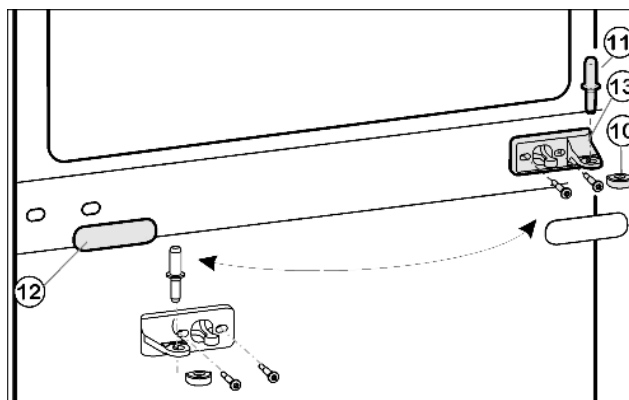
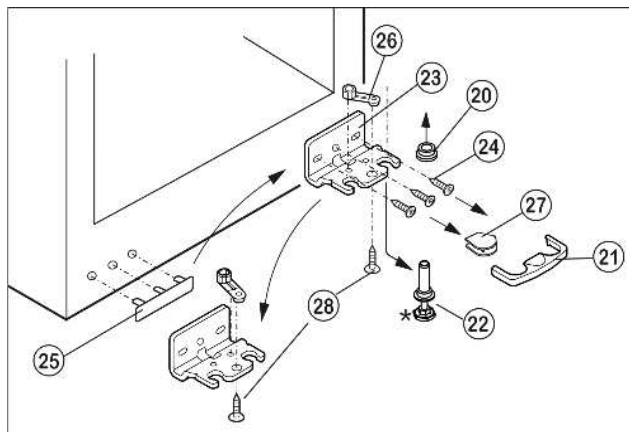

Fig. 5
Fig. 6
- Вытащите из опорного кронштейна и нижней дверцы средний опорный палец Fig. 5 (11).
- Пластмассовый колпачок Fig. 5 (10) снимите.
- Снимите средний опорный кронштейн Fig. 5 (13).
- Осторожно снимите накладку Fig. 5 (12).
- Прикрутите средний опорный кронштейн Fig. 5 (13) с поворотом на 180° на новую сторону шарнира (с моментом 4 Нм).
- Защелкните накладку Fig. 5 (12), повернув на 180°, на стороне, где теперь будет ручка.
- Предохранитель Fig. 6 (21) снимите движением вперед.
- Снимите крышку Fig. 6 (27).*
- Вытяните опорный палец Fig. 6 (22) вниз и вперед. При этом следите за гнездом шарнира Fig. 6 (20).
- Открутите опорный кронштейн Fig. 6 (23) (3 шт. Torx 25) Fig. 6 (24).
- Открутите опорную деталь Fig. 6 (26) (1 Torx 25) Fig. 6 (28) и, переставив в отверстие на противоположной стороне опорного кронштейна, снова прикрутите.
- Осторожно приподнимите и переставьте крышку Fig. 6 (25) со стороны ручки.
- Снова прикрутите опорный кронштейн Fig. 6 (23) на новую сторону шарнира (с моментом 4 Нм). При необходимости используйте аккумуляторный шуруповерт.
- ▶ Установите крышку Fig. 6 (27) на противоположной стороне.*
- ▶ Предохранитель (21) нужно зафиксировать сбоку на кронштейне, чтобы опорный палец и двери были защищены от выпадения.
- ▶ Снова защелкните предохранитель (21) на опорном кронштейне.
- ▶ Наденьте гнездо шарнира Fig. 6 (20).
- ▶ Установите нижнюю дверцу сверху на нижний опорный палец Fig. 6 (22).
- ▶ Снова наденьте пластмассовый колпачок Fig. 5 (10) на средний опорный кронштейн Fig. 5 (13).
- ▶ Вставьте средний опорный палец Fig. 5 (11) на новой стороне шарнира через средний опорный кронштейн Fig. 5 (13) в нижнюю дверцу.
- ▶ Установите верхнюю дверцу на средний опорный палец Fig. 5 (11).
- ▶ При необходимости выровняйте дверцы через два продольных паза в нижнем опорном кронштейне Fig. 6 (23) и среднем опорном кронштейне Fig. 5 (13) параллельно корпусу устройства. Для этого выкрутите средний винт на нижнем опорном кронштейне Fig. 6 (23).